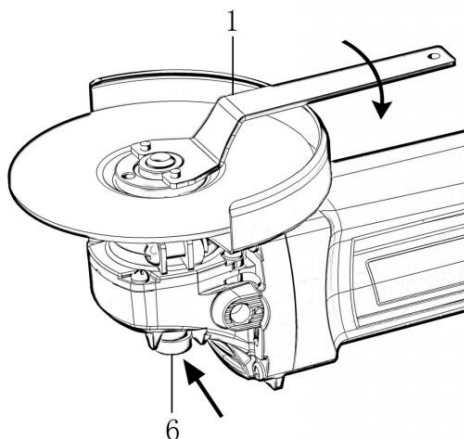

Fig 4
2. Um den Außenflansch festzuziehen, drücken Sie die Wellenverriegelung fest, so dass sich die Spindel nicht lösen kann, dann verwenden den Kontermutterschlüssel und ziehen Sie ihn fest an im Uhrzeigersinn. (Abb. 4)